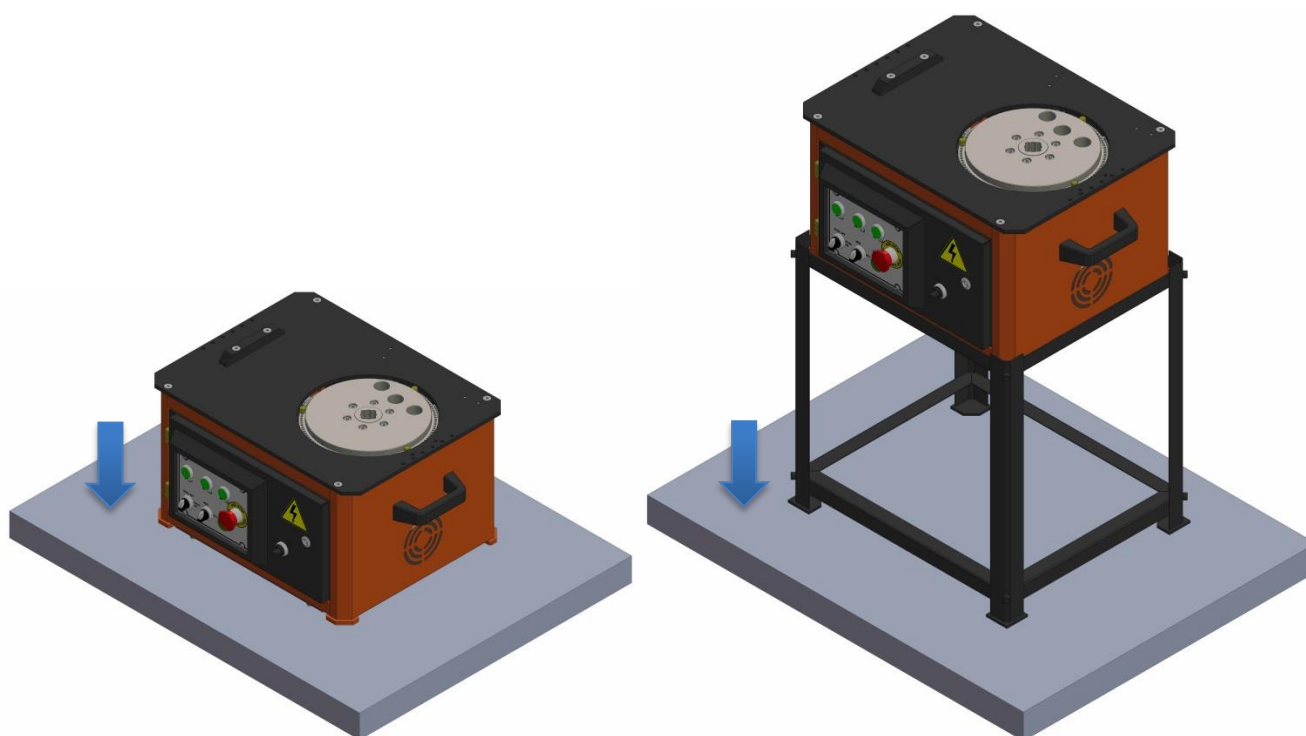

Figure 2: Positionnement de la machine sur une surface stable
- La machine doit être installée sur une surface stable et être solidement ancrée au sol. (Voir Figure 2)